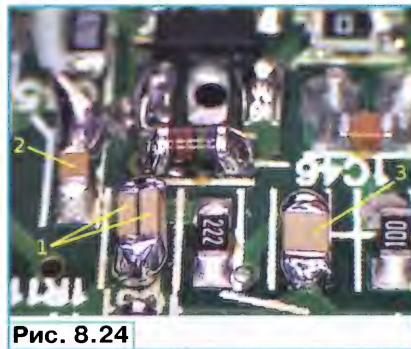

Рис. 8.24
Задача ФНЧ на входе этого УЗЧ — подавление сигналов с частотой ПЧ на 50 дБ и более. Поэтому здесь выбираем частоту среза ФНЧ 6...10 кГц, и сквозная АЧХ приёмника до 4 кГц практически не изменится. Для 1R121 = 820 Ом (рис. 8.24) установим конденсатор 1 (1C51 = 20 нФ — два конденсатора по 10 нФ) и оставим 1C49 = 10 нФ (3). Проблема может возникнуть с конденсатором 1C45 (2), у меня в приёмниках они были разные, и 0,1 мкФ, и 1 мкФ. Я рекомендую поставить 1 мкФ (но не менее 0,22 мкФ) — керамический для поверхностного монтажа типоразмера 0805,